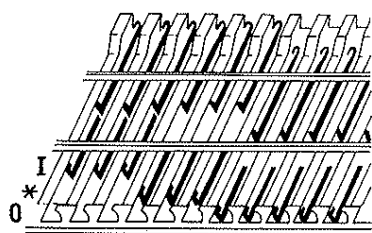

Fig. 32
Le poussoir a trois positions de base, fig. 32
0 = position-zéro; le talon du poussoir est pris dans le rail bloqueur, poussoir complètement hors travail, fig. 32.
* = Position-repos; le talon du poussoir est contre le rail bloqueur. Lors de l'exécution de dessins, l'aiguille correspondant à un poussoir en position-repos ne forme pas de maille mais peut recueillir des jetés, fig. 32
1 = position-travail; le talon du poussoir est remonté à 1 cm environ du rail bloqueur. Lors de l'exécution de dessins, l'aiguille correspondant à un poussoir en position travail tricote toujours normalement, fig. 32